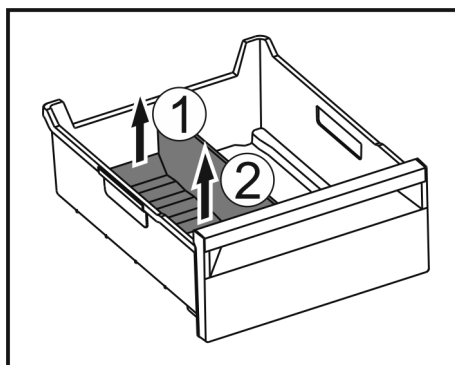

Fig. 234
- Paceliet ledus gabaliņu nodalījuma sadalītāja aizmugurējo daļu. Fig. 234 (1)
- Izņemiet ledus gabaliņu nodalījuma sadalītāju virzienā uz augšu. Fig. 234 (2)